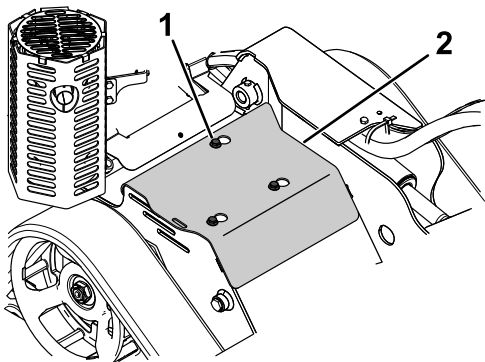

Figura 19
3. Slăbiți secvențial cele 3 uruburi care fixează placa de acoperire pe cadru, până la slăbirea plăcii (Figura 19).
1. Șurub (3)
5. Pentru a monta placa de acoperire înainte de a utiliza maina, glisai-o în poziție și strângeți cele 3 uruburi pe care le-ați slăbit anterior (Figura 19).